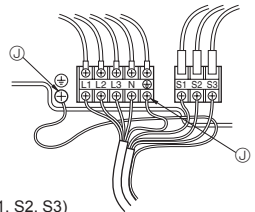

Fig. 7-2
7.1. Außenanlage (Fig. 7-1, Fig. 7-2)
- ① Die Bedienungsplatte abnehmen.
- ② Die Kabel gemäß der Fig. 7-1 und der Fig. 7-2 verdrahten.